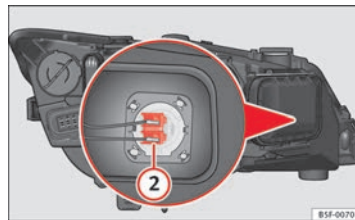

Fig. 145 Lampe feux de route
- Appuyez sur le connecteur ⇒ fig. 145 ② vers la gauche ou la droite et tirez.